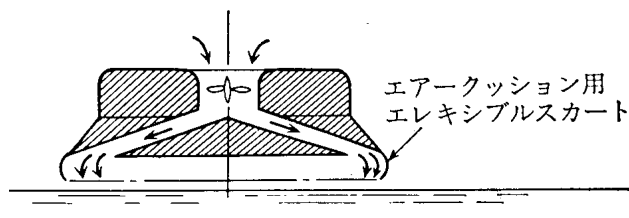

図9：構造形状による船の分類(3) [2]
4. ホバークラフト (Hovercraft) : 船体周辺をゴム製のスカートで包み、下に噴出す空気を利用して浮上航行する船。(図9)